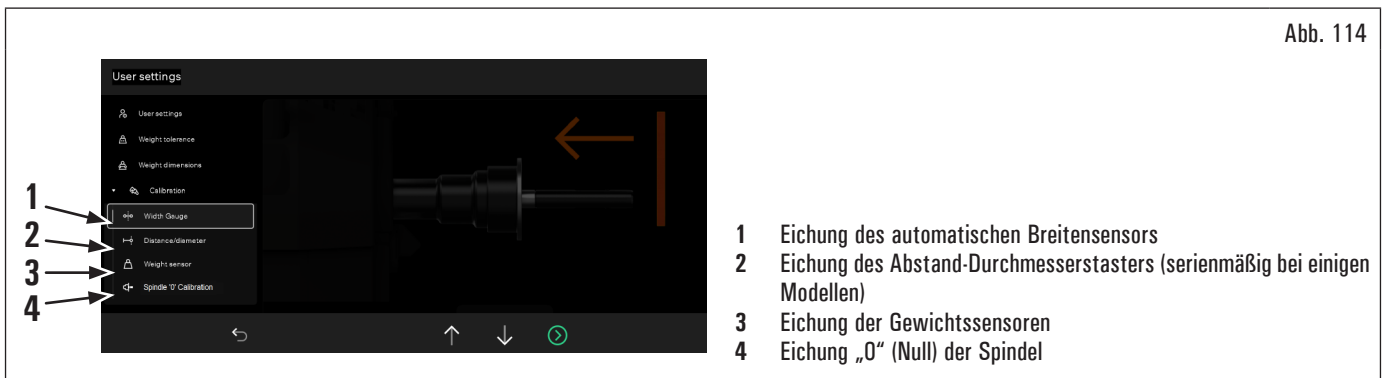

Abb. 114
Spannen Sie der Kalibriereskörper Spindel und befestigen Sie der durch die vorgesehene Blockiervorrichtungen. Durch Drücken des Symbols (Abb. 114 Pkt. 1) erscheint der folgende Bildschirm auf dem Monitor:
Durch Drücken des Symbols (Abb. 114 Pkt. 2) erscheint der folgende Bildschirm auf dem Monitor:
1. durch Drücken des Symbols (Abb. 114 Pkt. 4) erscheint der folgende Bildschirm auf dem Monitor:
1. Durch Drücken des Symbols (Abb. 114 Pkt. 3) erscheint der folgende Bildschirm auf dem Monitor:
Durch Drücken des Symbols (Abb. 114 Pkt. 4) erscheint der folgende Bildschirm auf dem Monitor: